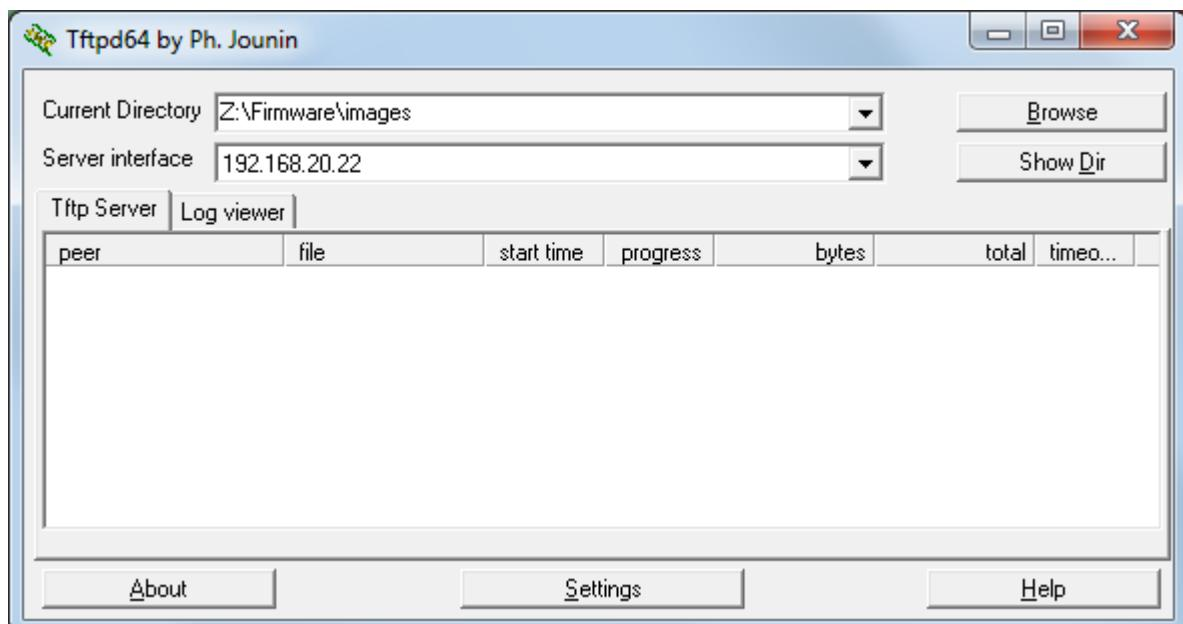

Рисунок 8.19 – Окно настроек «Tftp Server»
- 4) Выбрать в качестве root-директории сервера TFTP, папку .\Firmware\images, расположенную на flash-диске с программным обеспечением и технической документацией на приемник, для чего: на ПК запустить предварительно установленную программу «Tftpd32»; в появившемся окне во вкладке «Tftp Server» нажать кнопку «Browse» и выбрать папку .\Firmware\images на flash-диске (см. рис. 8.19).